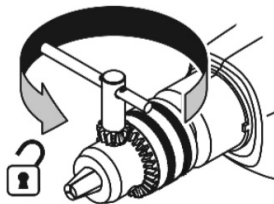

Fig. 3 – Dibujo demostrativo para soltar la broca
- Para extraer la broca, gire la llave del mandril para la izquierda, utilizando solamente uno de los tres orificios, y luego, afloje el mandril con la mano (fig. 3).